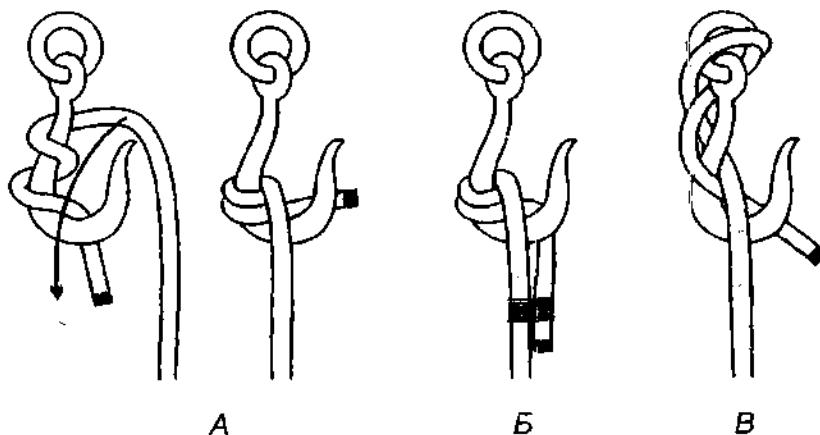

Рис. 963. Гачный узел со шлагом.
**Гачный узел со шлагом** – это тоже **самозатягивающийся полуштык**, но с дополнительным шлагом (рис. 963). **Гачный узел со шлагом** надёжнее, чем **гачный узел**.
Шлаг может быть положен на спинку (рис. 963 А) или шейку гака (рис. 963 В). Гачный узел со шлагом хорошо держит и на толстом и на тонком тросе.